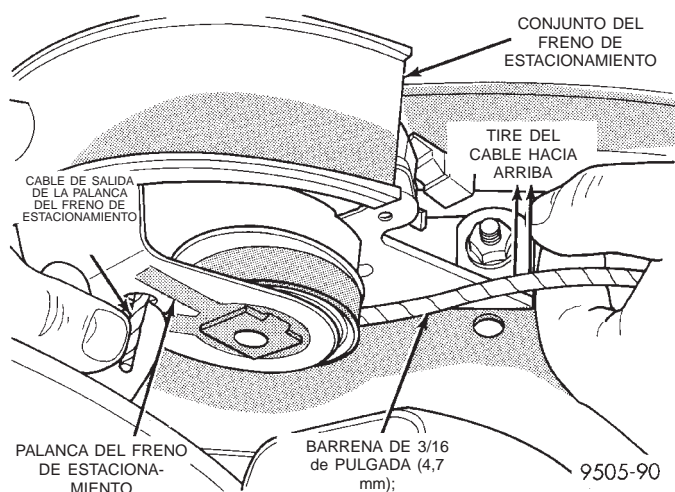

Fig. 139 Instalación del cerrador en el mecanismo del freno de estacionamiento
(5) Baje el mango de la palanca del freno de estacionamiento.
(6) Tome con fuerza el cable de salida de la palanca de estacionamiento con la mano y tirelo hacia atrás (Fig. 139). Continúe tirando del cable hasta que se pueda insertar una barrena de 3/16 pulgada (4,7 mm) en el mango y el sector dentado del mecanismo del freno de estacionamiento (Fig. 139). Esto trabará el mecanismo del freno de estacionamiento y le quitará tensión a los cables de dicho freno.